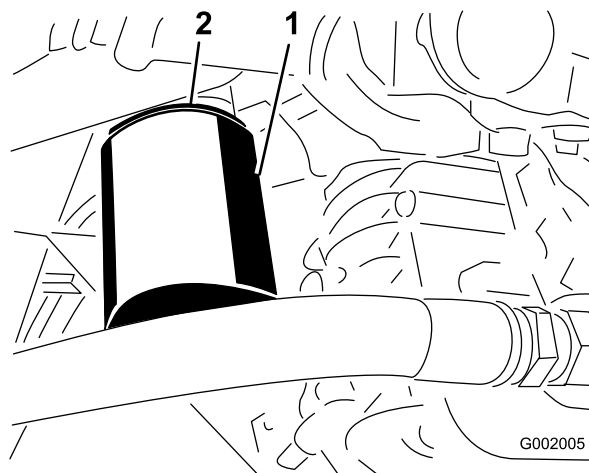

Bild 69
4. Entfernen Sie den Filter (Bild 69).